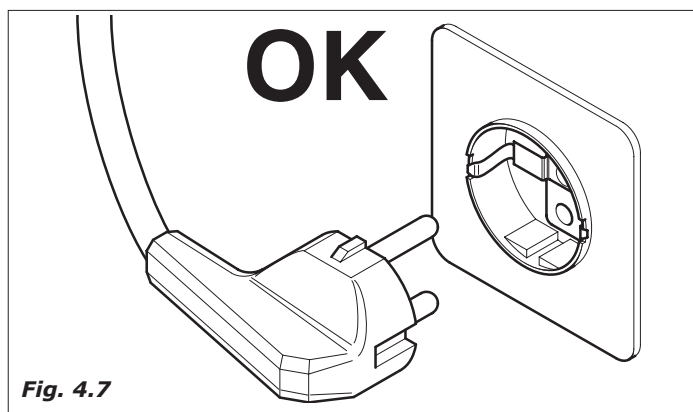

Fig. 4.7
- Il distributore è dotato di cavo di alimentazione H05VV-F 3x1,5mm², con spina SCHUKO (Fig.4.7).